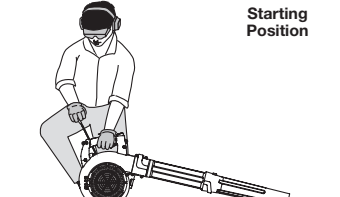

Fig. 16
AVERTISSEMENT : Évitez les démarrages accidentels. Soyez en position de démarrage lorsque vous tirez sur le cordon de démarrage (Fig. 16). Afin d'éviter les blessures graves, l'utilisateur et l'appareil doivent être sur un sol ferme lors du démarrage.
- Ne pas presser sur la gâchette.** Placez-vous en position de démarrage (Fig. 16). Tirez sur la corde du démarreur 5 fois dans un mouvement contrôlé.
- Ne pas presser sur la gâchette.** Placez-vous en position de démarrage (Fig. 16). Tirez sur la corde du démarreur 5 fois dans un mouvement contrôlé de démarrer le moteur.
- Accroupissez-vous en position de démarrage (Fig. 16). Insérez le démarreur électrique ou l'accessoire Power Start Bit™ dans le port du démarreur électrique ou de l'accessoire Power Start Bit™ dans le côté de l'appareil (Fig. 33). Consultez la section *Utilisation* du manuel de l'utilisateur du démarreur électrique ou de l'accessoire Power Start Bit™.